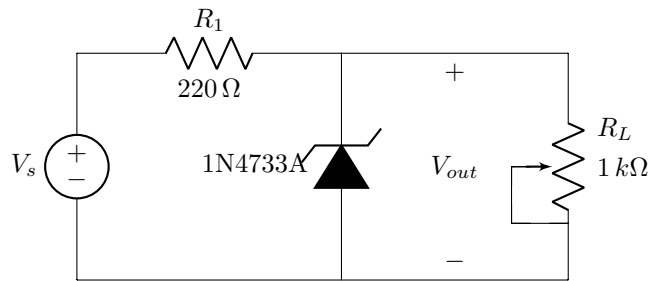

Figura 3: Circuito regulador con diodo zener
- Ahora se verá el efecto de variar la resistencia de carga en el circuito regulador con diodo zener. Conecte el circuito de la Figura 3. Ajuste la tensión V_s de la fuente a $12\ V$ y coloque el potenciómetro (R_L) a su máximo valor de resistencia.
Calcule la *Regulación de Carga* expresada como un porcentaje del circuito de la Figura 3 usando los datos de la Tabla 3. Utilice el valor de V_{out} obtenido cuando el potenciómetro estaba en $1\text{ k}\Omega$ como V_{NL} y cuando estaba en $100\ \Omega$ como V_{FL} .